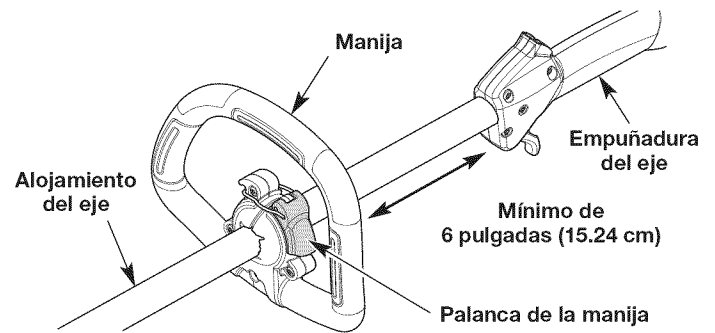

Fig. 2
1. Voltee la palanca de la manija hacia arriba para aflojarla (Fig. 2).
2. Mientras sujeta la unidad en la posición de funcionamiento (Fig. 10), desplace la manija hasta la ubicación que le ofrece el mejor agarre. Ubíquela como mínimo a 6 pulgadas (15.24 cm) del extremo de la empuñadura del eje (Fig. 2).
3. Incline la manija como desee (Fig. 2).